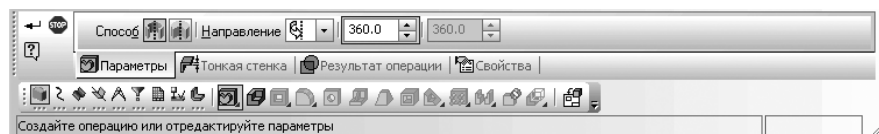

Рис. 4.36. Панель свойств: Операция вращения, Компактная панель и Строка состояния
- щелкните на панели инструментов по первой кнопке – **Операция выдавливания** и удерживайте нажатой левую кнопку мыши. Появится расширенная (дополнительная) панель инструментов. Удерживая кнопку нажатой, переместите указатель мыши на кнопку – **Операция вращения**, а затем отпустите левую кнопку мыши. Появится **Панель свойств: Операция вращения** (рис. 4.36).